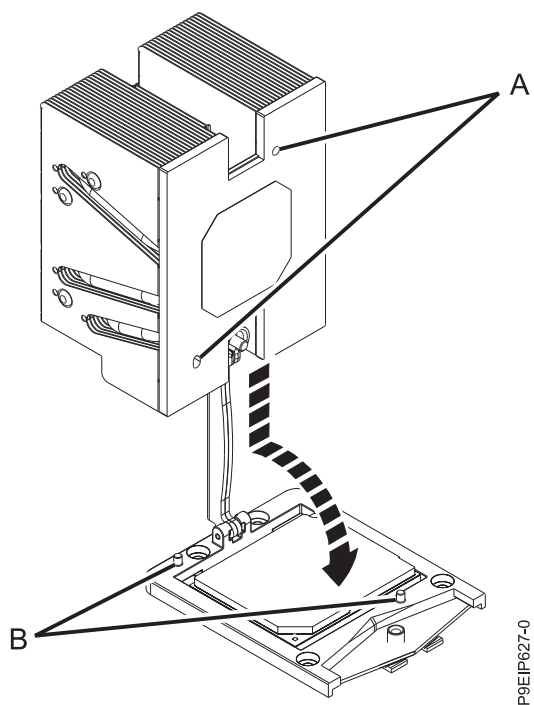

Figure 95. Installation du dissipateur thermique
9. Installez le nouveau dissipateur thermique fourni dans le jeu d'unités FRU. Le matériau d'interface thermique est pré-appliqué au dissipateur thermique. Abaissez avec soin le dissipateur thermique sur le module de processeur système en passant le bras de chargement par le dissipateur thermique. Vérifiez que les trous du dissipateur thermique (**A**) sont alignés avec les broches de guidage (**B**) sur le connecteur, comme indiqué dans la figure 95, à la page 88.